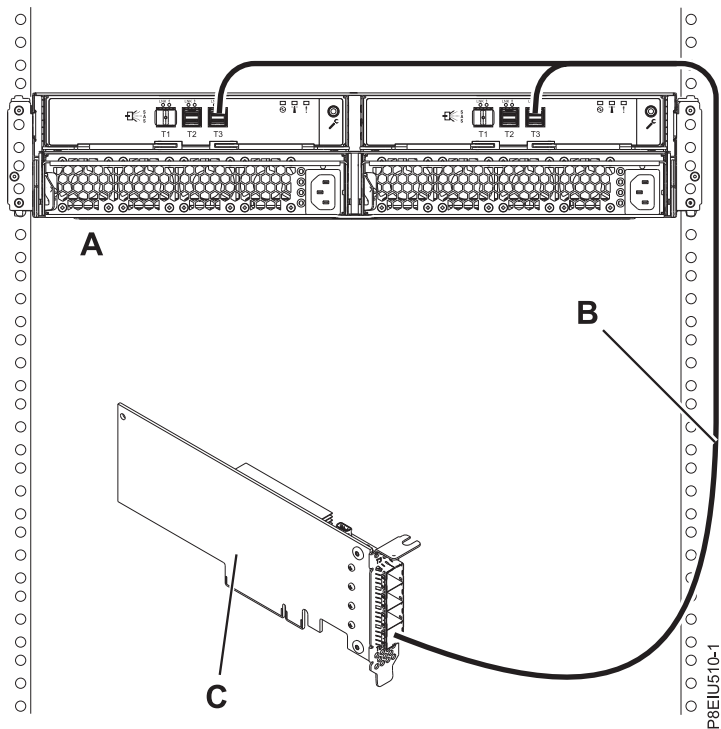

Figura 13. Conexión en la modalidad 1 de un alojamiento de almacenamiento ESLL o ESLS mediante un cable YO12 a un adaptador SAS FC EJ0J o FC EJ0M único
13. Lleve a cabo la conexión en la modalidad 1 de un alojamiento (A) mediante un cable YO12 (B) a un adaptador SAS FC EJ0J o FC EJ0M único (C), tal como se muestra en Figura 13 en la página 16, y continúe después con “Conexión de los cables, cables de alimentación e instalación de cubiertas” en la página 23.
14. Lleve a cabo la conexión en modalidad 1 de dos alojamientos (A y B) mediante cables YO12 (C y D) a un adaptador SAS FC EJ0J o FC EJ0M único (E), tal como se muestra en Figura 13 y continúe después con “Conexión de los cables, cables de alimentación e instalación de cubiertas” en la página 23.